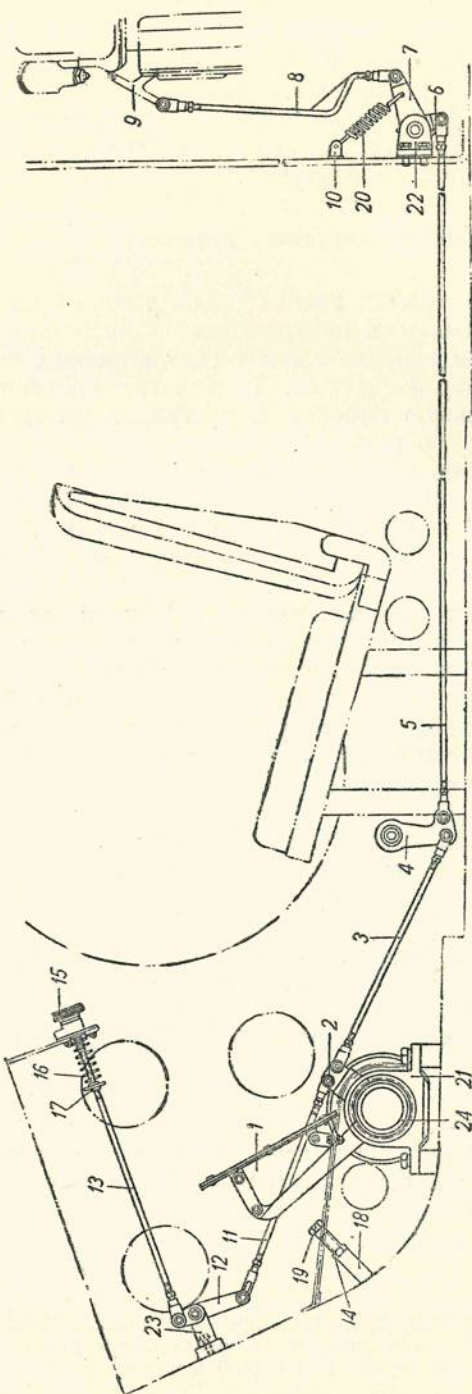

Рис. 11. Привод управления топливным насосом:
Изменение количества подаваемого топлива может быть произведено при помощи ножного и ручного приводов управления (рис. 11).
1. Вращая маховик 15 (рис. 11) против часовой стрелки, довести рычажок 1 подачи топлива (рис. 7) до упора его нижнего конца во фланец, укрепленный на корпусе насоса НК-1. Рычажок 1 займет при этом крайнее заднее положение по ходу танка, что соответствует нулевой подаче топлива.
2. Установить регулировочный болт 19 (рис. 11) так, чтобы при нажатии педали до упора в этот болт зазор между упором на нижнем конце рычажка 1 (рис. 7) подачи топлива и нижним концом регулировочного болта 2 был равен 0,1—0,2 мм. Рычажок 1 занимает при этом крайнее переднее положение, что соответствует максимальной подаче топлива.
3. Вращая маховик 15 (рис. 11) по часовой стрелке доотказа (педаль должна упираться в регулировочный болт 19), проверить возможность максимальной подачи топлива ручным приводом.
1. Отсоединить тягу 3 (рис. 11) привода от педали.
4. Нажимая педаль до упора в регулировочный болт 19 (рис. 11), установить этот болт в такое положение, чтобы рычажок 1 (рис. 7) подачи топлива на насосе не доходил до упора в болт-ограничитель 2 максимальной подачи топлива на 0,1—0,2 мм.